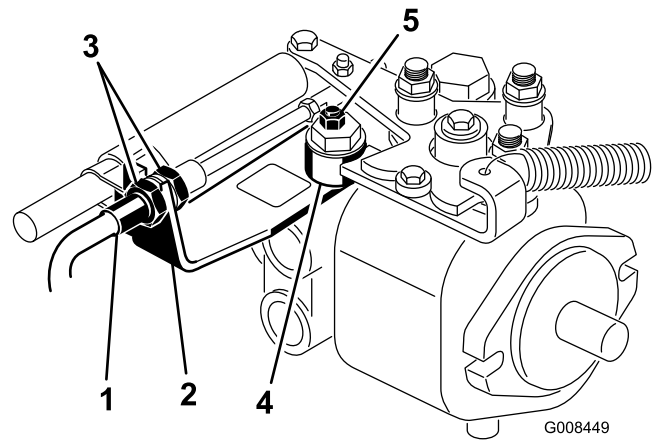

図 49
- A. 走行ケーブルを油圧トランスミッションのバルクヘッドに取り付けているジャムナット（図 49）を両方ともゆるめる。ジャムナットは調整ができるよう十分に、また均等にゆるめること。
- B. 偏芯ナットをトランスミッション上部に止めているナット（図 49）をゆるめる。
- D. どちらにも車輪が回らないように偏芯ナットを回して調整する。調整ができたなら固定ナットを締める（図 49）。スロットル SLOW および FAST 位置で調整が正しいことを確認する。
- E. バルクヘッドのそれぞれの側から、ロックナットを**均等に**締め付けて、ケーブルを固定する（図 49）。ケーブルをねじらないように注意すること。